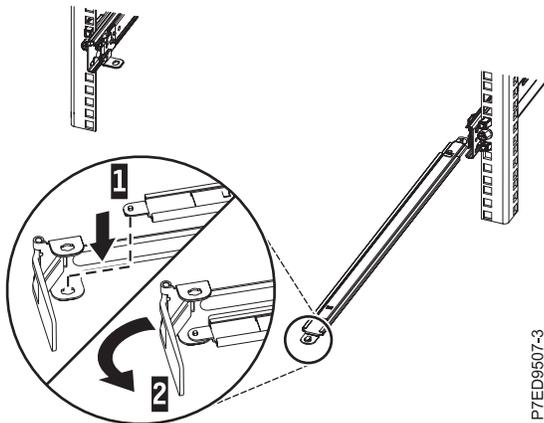

Abbildung 13. Kabelträgerhaltewinkel am Stützarm befestigen
2. Suchen Sie die Bohrung an der unteren inneren Ecke des L-förmigen Kabelträgerhaltewinkels (1). Platzieren Sie das freie Ende des Stützarms so, dass die Sperrzunge an der Unterseite seiner Spitze an dieser Bohrung ausgerichtet ist. Setzen Sie die Lasche in die Bohrung ein und drehen Sie die Halterung (2), um sie am Stützarm zu befestigen (siehe Abb. 13 auf Seite 12).